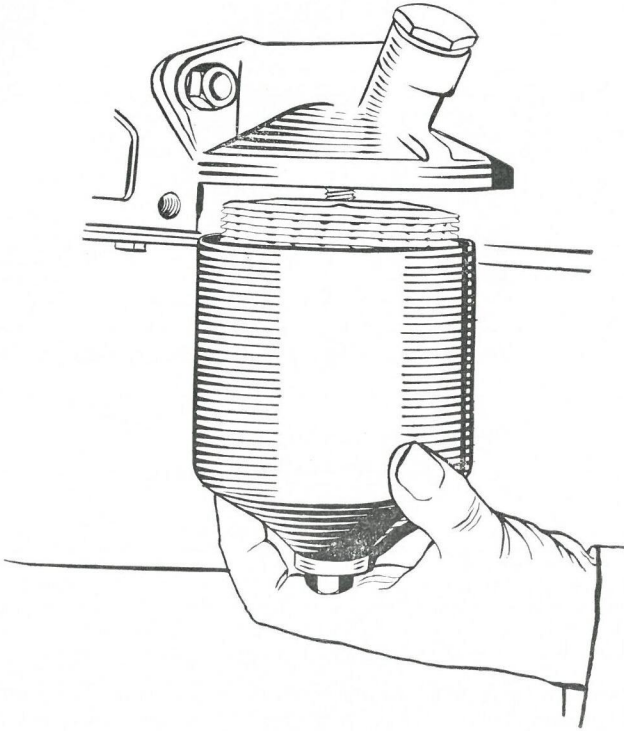

Fig. 9
2. Démontez la cuve (voir Fig. 9).